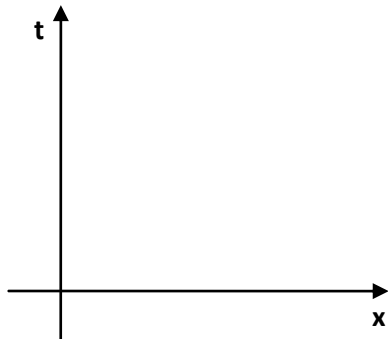

Figura 2. Sistema coordenado para graficar x en función de t .
5. Coloque los datos anteriores en un Sistema de Coordenadas Rectangulares empleando papel milimétrico. Considere a la variable " x " como independiente, asignándole el eje de abscisas y a la variable " t " como dependiente, asignándole el eje de ordenadas, como se muestra en la figura 2. Dibuje a través de la colección de puntos o lo más cercana a ellos, una curva de trazos suaves.